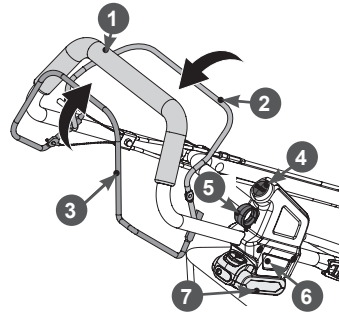

Рис. 14. Запуск двигателя электрическим стартером
5. Вставьте предохранительный ключ 5 (Рис. 14).
рукой нажмите и удерживайте рычаг остановки двигателя 2 (Рис. 14). Правой рукой нажмите кнопку включения электрического стартера 4 (Рис. 14).